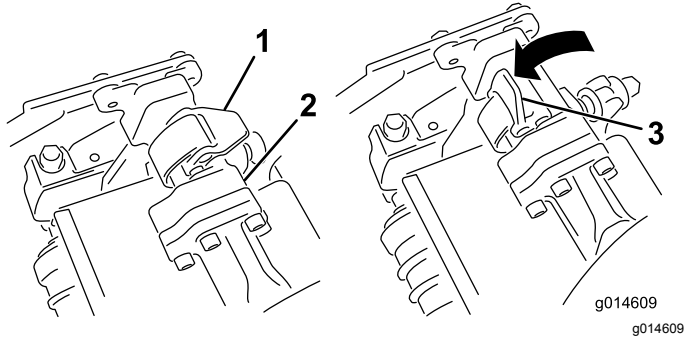
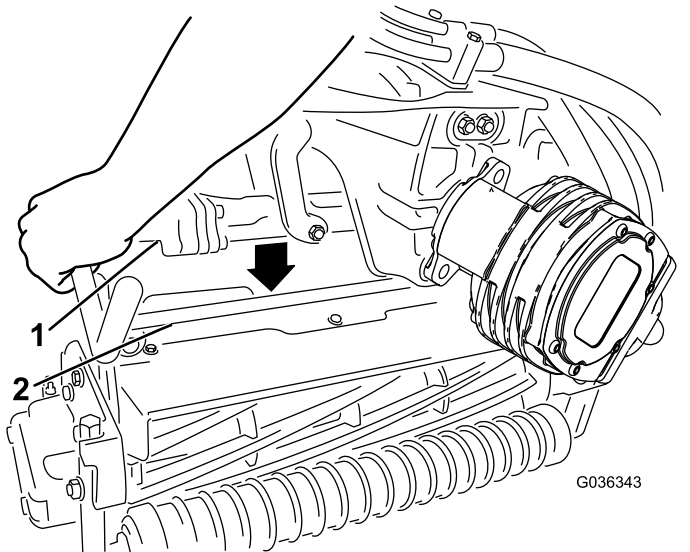

図 45
図 46
4. サスペンションアームのバーについているラッチを上向き開いた状態にして 図 45、サスペンションアームを押し下げて、バーを、カッティングユニットのバーの上に被せるようにする 図 46。
5. ラッチを下げて閉じるとカッティングユニットのバーがロックされてユニットがアームにセットされる 図 45。
5. 取り外したいカッティングユニットのサスペンションアームのバーについているラッチを開く(図 45)。